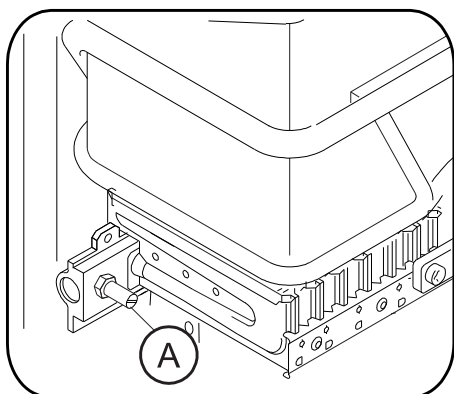

Figura 5
1. Ajustar um caudal de pelo menos 10 l/min com o dispositivo de estrangulamento (62) no automático de água e com a torneira totalmente aberta.
3. Desapertar o parafuso de vedação (figura 5) e ligar o manómetro com tubo em forma de "U" ao racor de medição.